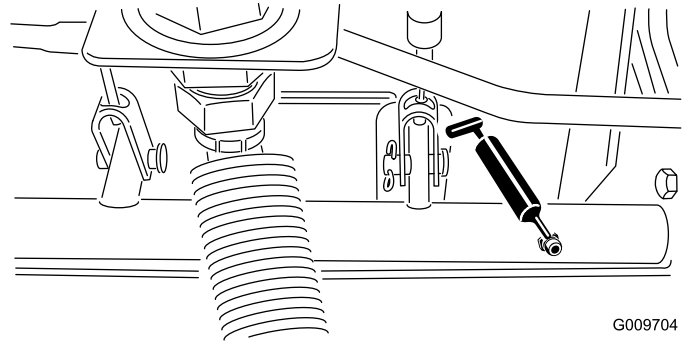

Figura 43
- Cuscinetti orientabili (5) dell'albero del freno (Figura 43)